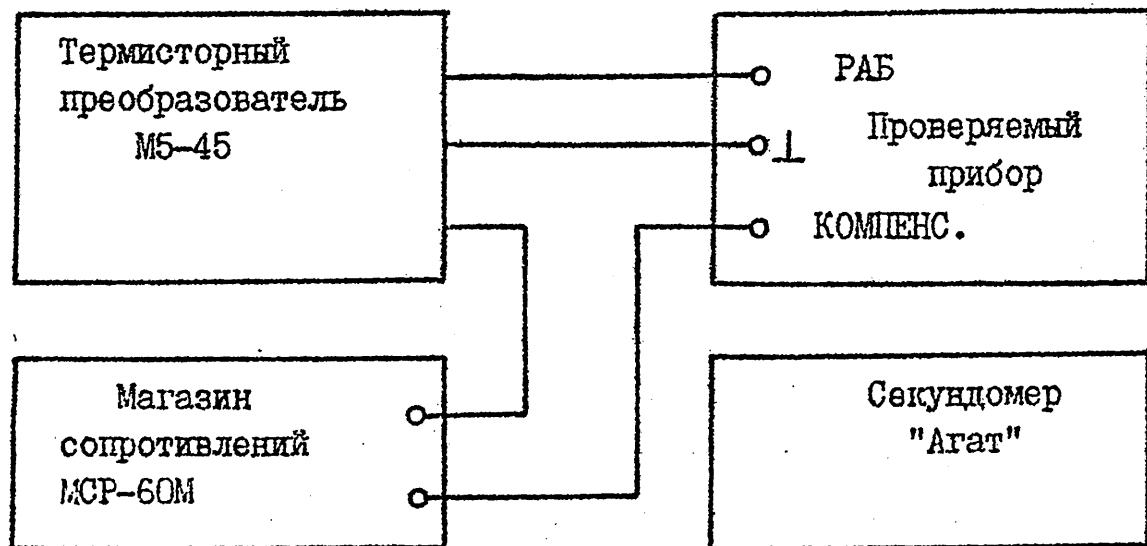

Рис. I2.4
I2.3.4.4. Время установления показаний прибора определяется путем изменения мощности подогрева термистора и измерения времени, за которое отсчетное устройство показывает величину подаваемой мощности. Схема соединения приборов приведена на рис. I2.4.
- 1) соедините приборы согласно рис. I2.4;